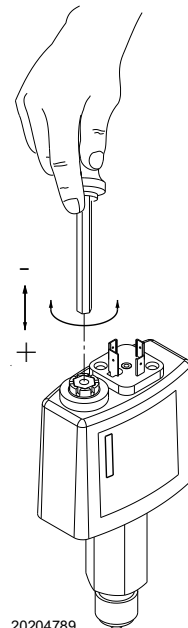

Рис. 37
5.11.4 Реле мінімального тиску дизпалива (Рис. 37)